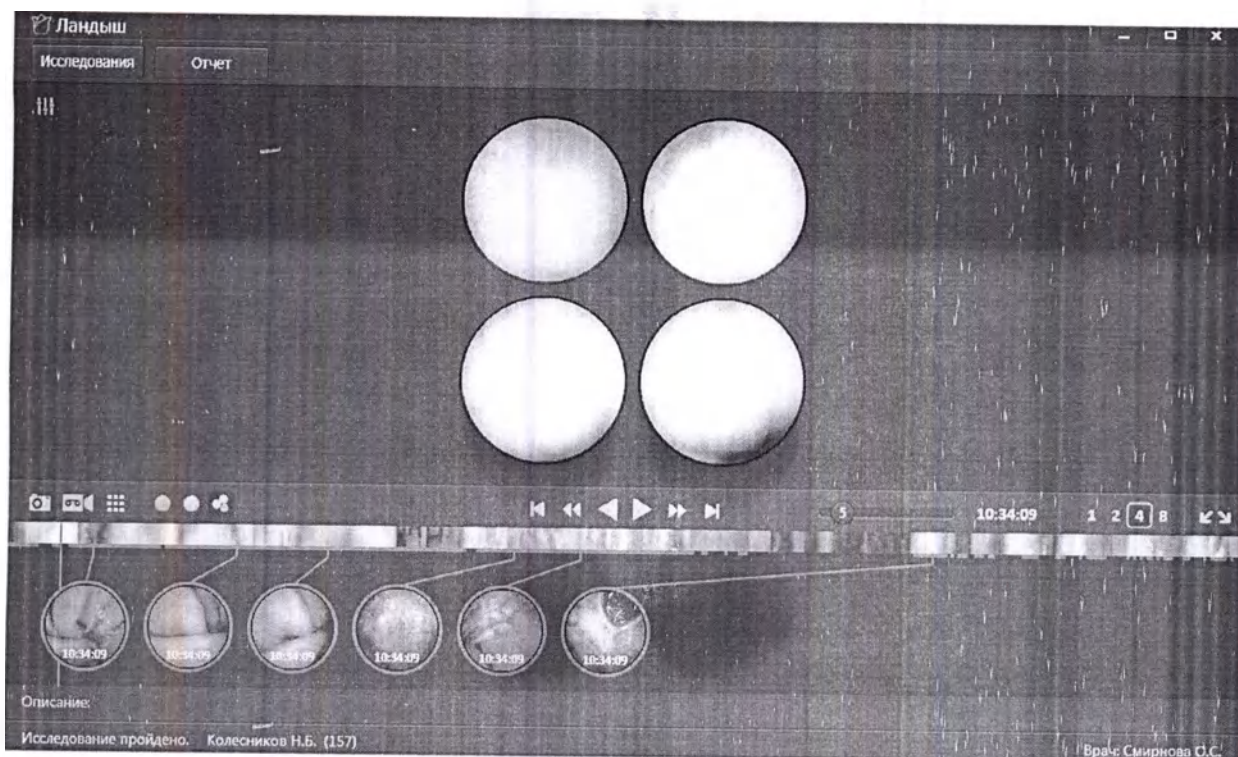

Рисунок 20 – Одновременное отображение 4 кадров на экране
16) кнопки  /  /  /  [Количество кадров], предназначенные для определения количества отображаемых на экране кадров (рисунок 20). Кнопки расположены в правой части панели управления;